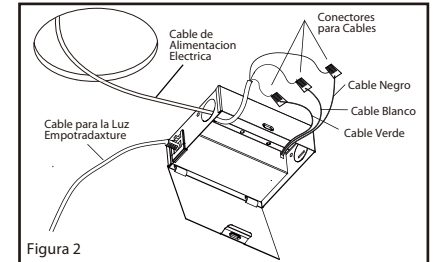

Figura 2
2. Abra la tapa de la caja de conexiones y retire el agujero ciego apropiado, inserte un conector NM (para alivio de tensión) en el agujero ciego (no incluido). Inserte el cable de suministro eléctrico a través del conector no metálico/agujero ciego. Usa los conectores para cables para conectar el cable blanco de alimentación eléctrica con el cable blanco de la caja de conexiones. Haga que coincida con el cable negro de la alimentación eléctrica se conecta con los conectores para cables con el cable negro de la caja de conexiones. Y haga que coincide el cable de cobre de la alimentación eléctrica con el cable verde de la caja de conexiones. (Figura 2)